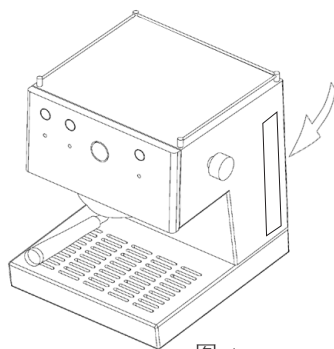

图 1
2. 在水箱中注入清水（见图 1）。检查进水管是否浸没在水箱中。